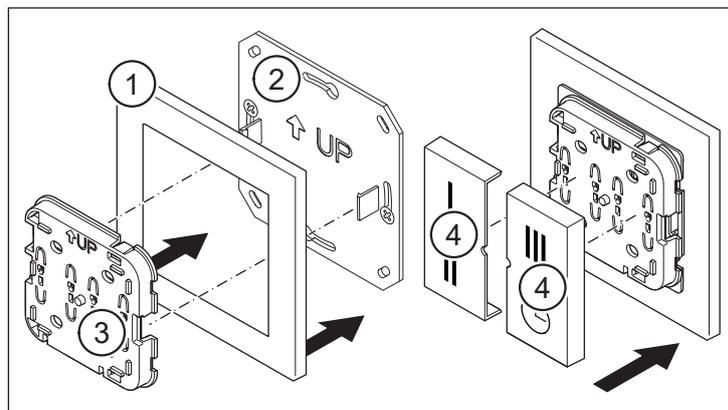

Abb. 4: Funktaster zusammenbauen
- ▶ Setzen Sie den Rahmen (Pos. 1 in Abb. 4) auf die Montageplatte (Pos. 2 in Abb. 4).
- ▶ Rasten Sie die Elektronikeinheit (Pos. 3 in Abb. 4) an den Rasthaken der Montageplatte ein. Beachten Sie, dass der Pfeil mit der Bezeichnung „UP“ immer nach oben zeigt.
- ▶ Setzen Sie die beiden Taster (Pos. 4 in Abb. 4) auf die Elektronikeinheit auf.